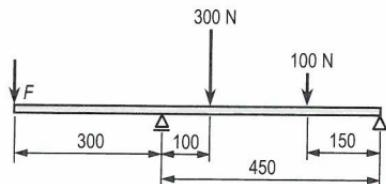

Bild 9.27: Kragbalken
9. Kragbalken mit Einzellasten (**Bild 9.27**) für folgende drei Belastungsfälle: